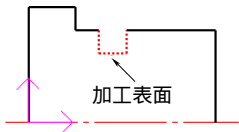

图 4-92 拾取切槽加工表面轮廓
- 4) 拾取切槽加工表面轮廓。当单击切槽参数表中的“确定”按钮后，在状态栏中系统提示用户拾取被加工工件表面轮廓，单击立即菜单，在其下拉菜单中选取“单个拾取”方式，拾取切槽加工工件表面轮廓，如图 4-92 所示，所有选择的线条都变成了红色，然后单击鼠标右键结束被加工工件表面轮廓的拾取。